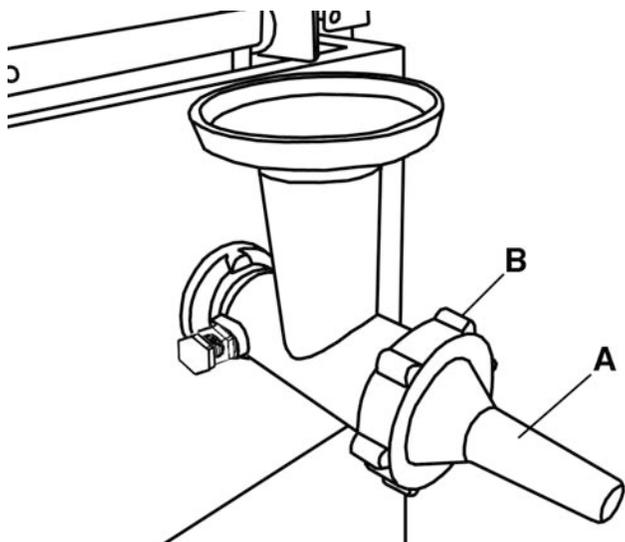
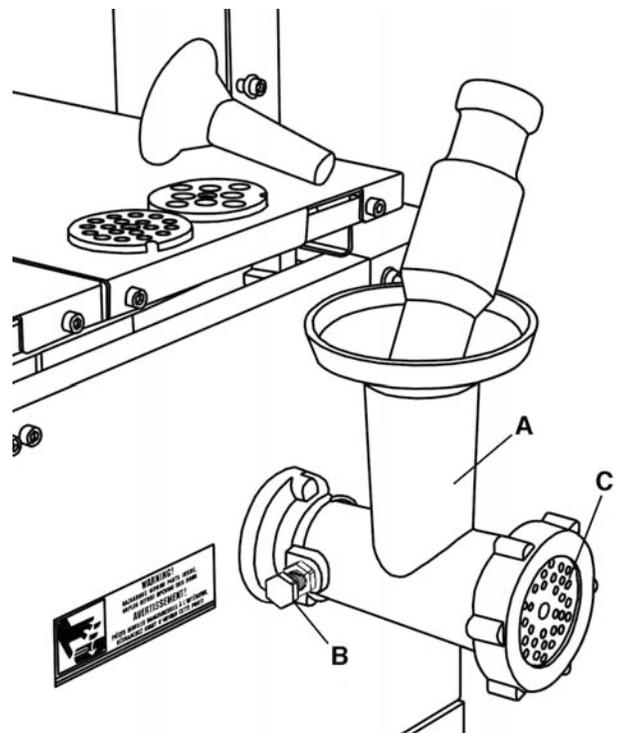

FIGURE 14A
FIGURE 14B
Placez le hachoire (A) Fig.14B sur le moyau et fixez-le avec le boulon et écrou de verrouillage (B).
Ce hachoire vient avec un entonnoir pour saucisses (A) Fig.14A, pour installer l'entonnoir pour saucisses, dévissez l'écrou de fixation (B) et placez l'entonnoir pour saucisses entre le couteau rond (C) Fig.14B et l'écrou de fixation, serrez l'écrou du hachoire.